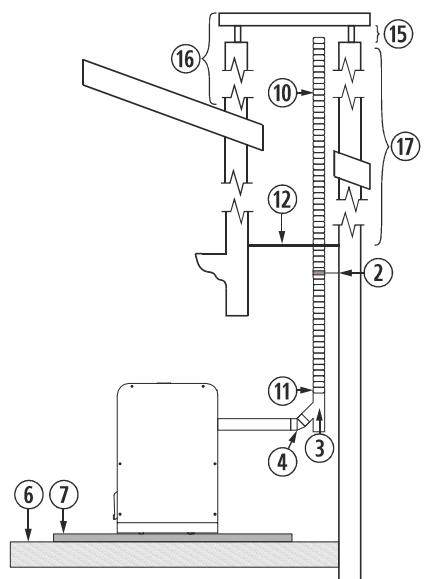

Figura 6
- 4.26.** La instalación de un encastable en una chimenea de obra se puede realizar en toda su totalidad en tubo flexible, tal y como indica la figura 6. Debemos tener especial cuidado a la hora de realizar el aislamiento entre la chimenea y el tubo de la salida de gases, para evitar posibles retrocesos de gases en caso de tormenta.